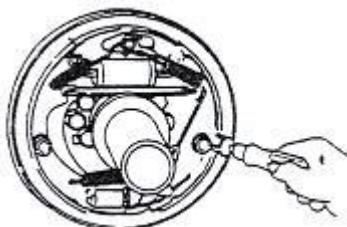

Рис. 2-18
(1) Снимите опорный штифт, регулировочную пластину, регулировочное устройство и пружину вспомогательной тормозной колодки. См. Рис. 2-18
(2) Снимите возвратную пружину на колодке. См. Рис 2-19